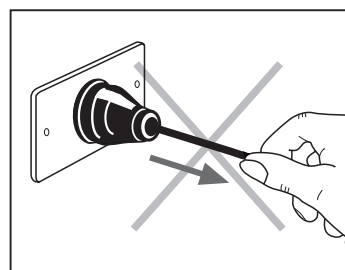

Fig. 2
- Não puxar o cabo de alimentação ou o próprio aparelho para remover a ficha da tomada de corrente **(Fig. 2)**